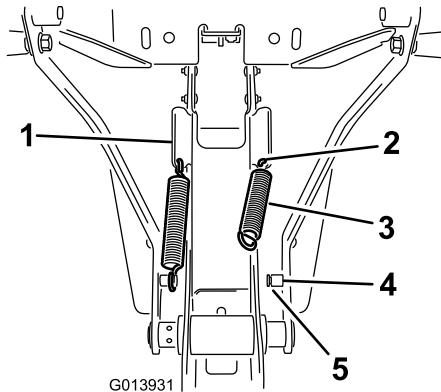

Рисунок 8
- Установите пружину в отверстие в нижнем конце углового выступа в боковой части рамы в сборе (Рисунок 8).
2. Зацепите 1 конец пружины за отверстие, а другой конец – за стойку пружины (Рисунок 8).
3. Убедитесь, что конец пружины правильно установлен в канавку в стойке (Рисунок 8).